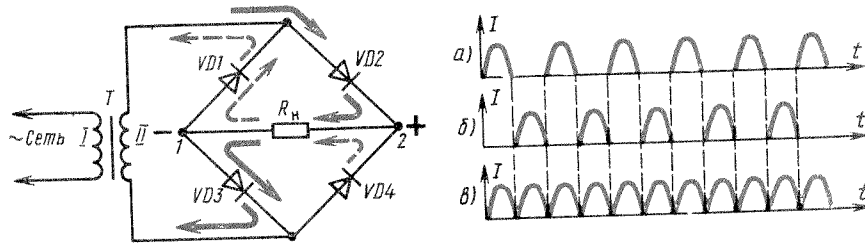
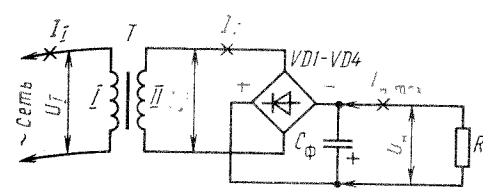

Рис. 173. Двухполупериодный выпрямитель с сетевым трансформатором
Рис. 174. Схема сетевого блока питания
Оба этих недостатка устранены в двухполупериодном выпрямителе с трансформатором, схему которого ты видишь на рис. 173. Здесь выпрямляется не напряжение электросети, а напряжение вторичной (II) обмотки трансформатора Т, называемого сетевым. Поскольку эта обмотка изолирована от первичной сетевой обмотки I, радиоконструкция не имеет контакта с сетью и к ней можно подключать заземление.
казанной на рис. 174. Схема его выпрямительного моста аналогична схеме моста выпрямителя по схеме рис. 173. Только там иная полярность диодов и включены они непосредственно в плечи выпрямительного моста, а здесь они заменены изображением диода внутри квадрата, символизирующим выпрямительный мост. Если захочешь проследить весь путь тока, выпрямленного диодами VD1 — VD4, вступи их в стороны квадрата.
Допустим, ты имеешь магнитопровод из пластин Ш-20, толщина набора 25 мм. Значит, площадь сечения магнитопровода равна $2 \times 2,5 = 5 \text{ см}^2$. Напряжение сети 220 В (по рис. 174 — U_1), вторичная обмотка должна давать переменное напряжение U_2 , равное, например, 10 В. Узнаем число витков, которое для данного магнитопровода должно приходиться на 1 В напряжения: $w = 50, S = 10$ витков.
нием 220 В через плавкий предохранитель FU1 и выключатель SA1. Обмотка II трансформатора и диоды VD1 — VD4, включенные по мостовой схеме, образуют двухполупериодный выпрямитель. Эта часть блока тебе уже знакома по предыдущей части беседы (см. рис. 174).